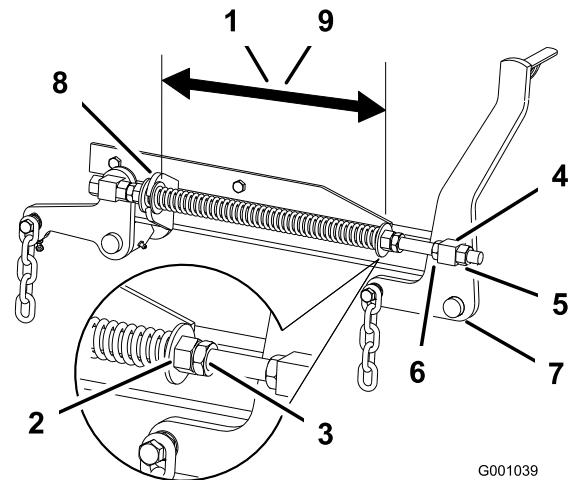

Figure 83
2. Vérifiez que les deux grandes rondelles sont espacées de 28,2 cm pour les plateaux de coupe de 132 cm, et de 26,7 cm pour les plateaux de coupe de 152 cm (Figure 83).
3. Réglez cette distance en desserrant l'écrou de blocage du ressort et en tournant l'écrou devant chaque ressort (Figure 83). Tournez l'écrou dans le sens horaire pour raccourcir le ressort, et dans le sens antihoraire pour l'allonger.
4. Bloquez l'écrou en position en serrant l'écrou de blocage du ressort (Figure 83).